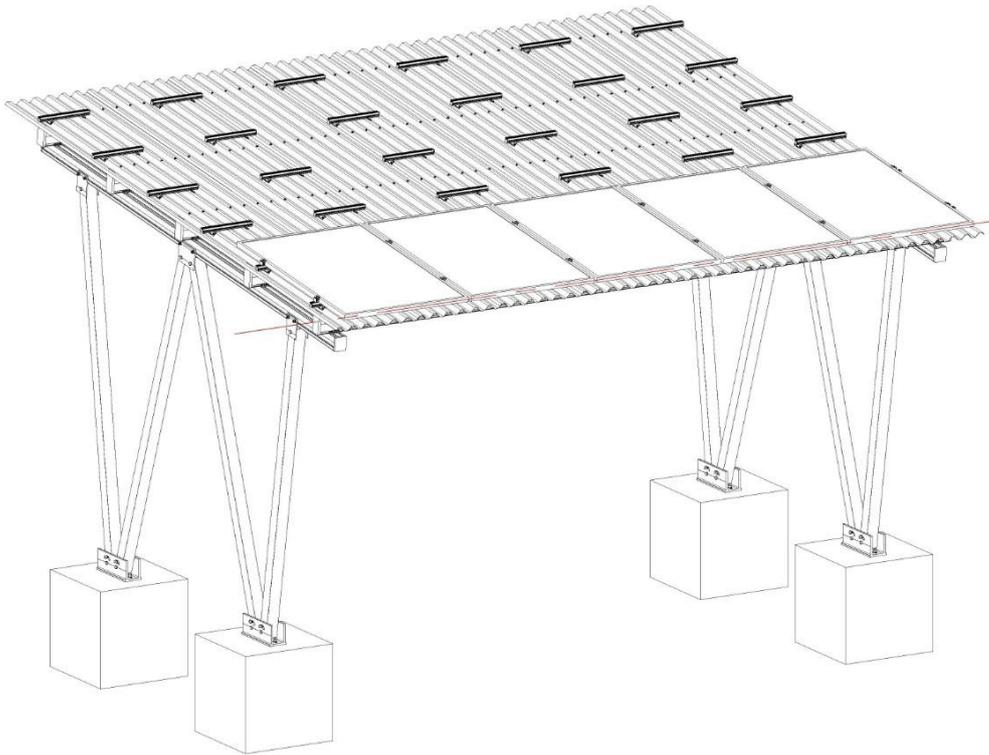

Abbildung 24
Wiederholen Sie den obigen Schritt (1)(2), siehe Abbildung 24, um die erste Säule der Solarmodule nach der Installation zu sehen und stellen Sie sicher, dass alle Schrauben befestigt sind.